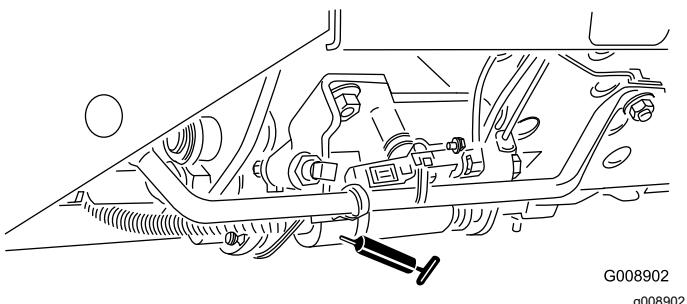

**Figura 52**
- Meccanismo di regolazione della folle (Figura 52)